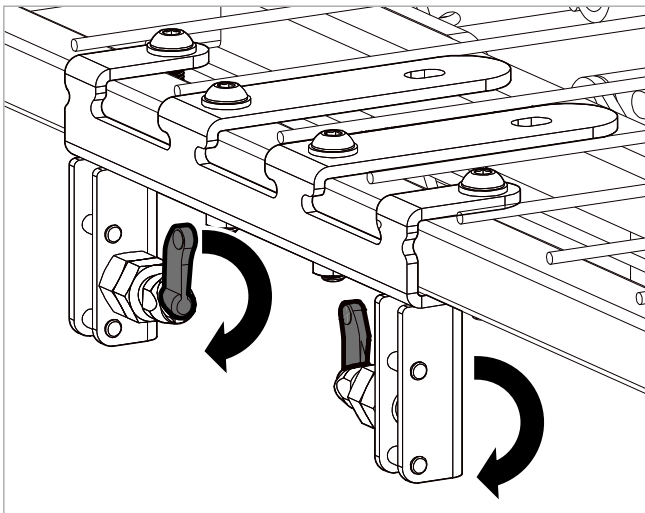
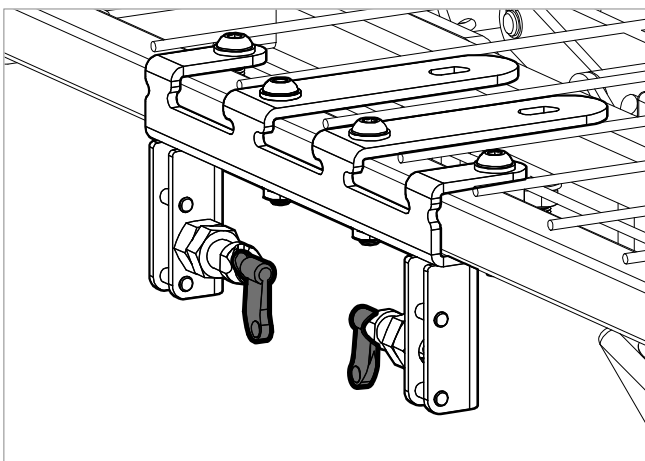

Figure 7.1 – pistons représentés en position verrouillée
Figure 7.2 – pistons représentés en position ouverte
1. La figure 7.1 montre les poignées du piston en position verrouillée. Faites pivoter les poignées de façon à ce que les pistons se verrouillent en position ouverte, comme illustré à la Figure 7.2.